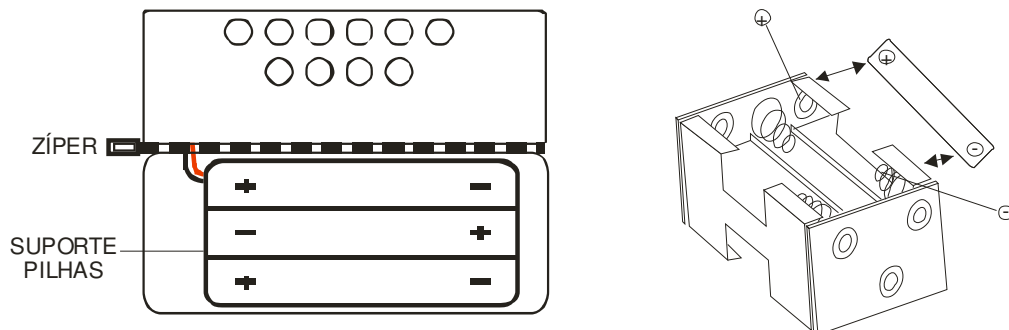

Figura 10 – Troca das Pilhas
Para utilizar o equipamento deve-se efetuar a instalação das pilhas. O compartimento das pilhas está localizado na parte inferior do equipamento (como ilustra a figura 10). Para instalação ou troca das pilhas proceda da seguinte forma:
3. Insira as pilhas conforme mostra a figura 10 – pólo positivo da pilha com pólo positivo do compartimento